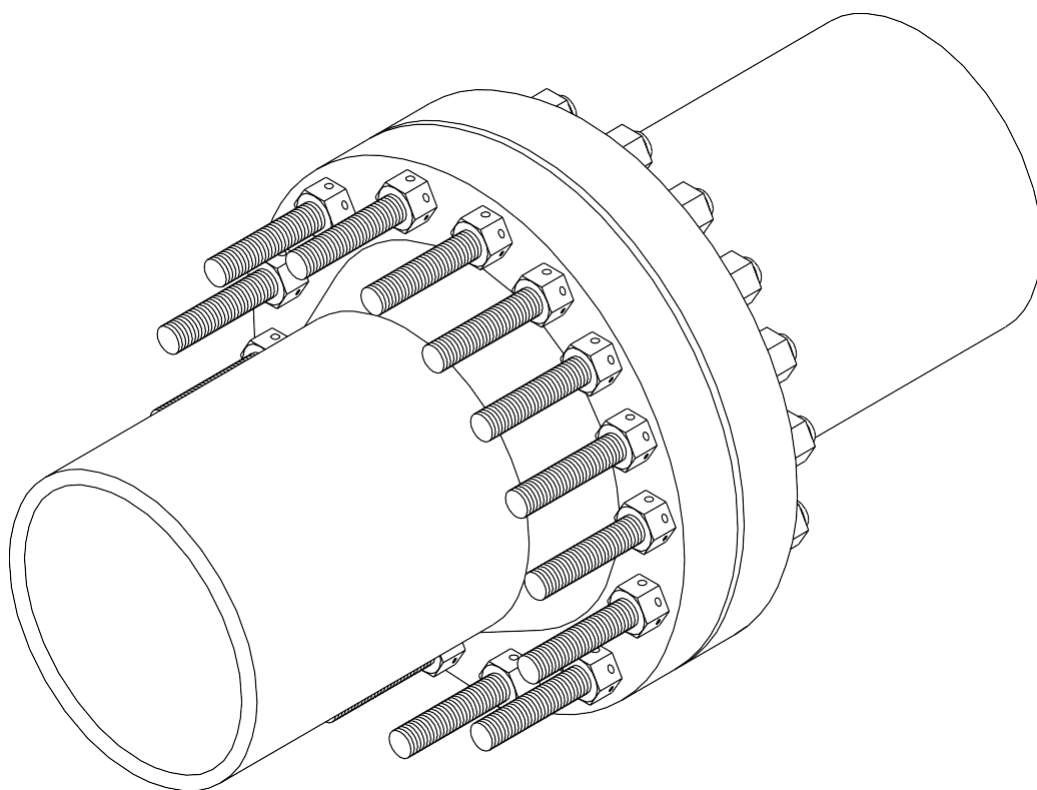

图4B : 50% 张紧器覆盖的螺栓安装
b) 50% 张紧覆盖率的螺栓安装(图 4B)
这种安装方法通常用于螺栓只需从法兰的一侧进行张紧，因为法兰的另一侧有空间限制。这是一个两阶段紧固操作，其中 50% 的螺栓在第一阶段紧固，其余 50% 的螺栓在第二阶段紧固。为了采用这种方法，如图 4B 所示，螺栓必须与凸缘相同一侧的凸起组装。这通常是一种更耗时间和精力方法。